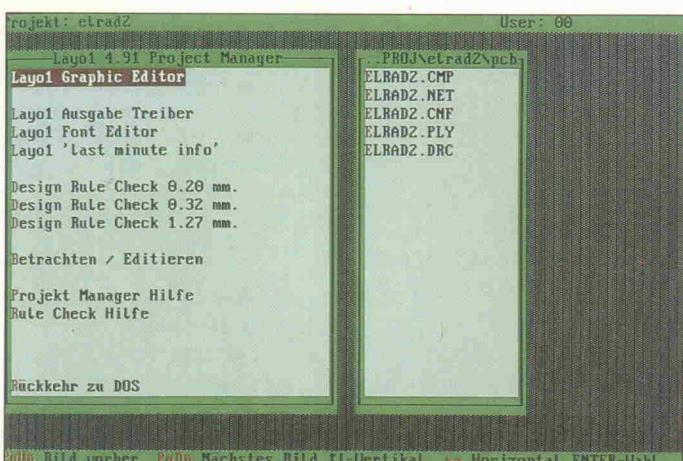

Bild 1. Der Projekt-Manager: Die Dateiauswahl geschieht auf einer zweiten Seite.
Der Projekt-Manager (Bild 1) ist der Einstieg ins Programm. Auf einer zweiten Bildschirmsseite läßt sich das Projekt (Platine) zum Laden auswählen. Nach Rückkehr auf die erste Seite und Anwahl des Layout-Graphic-Editors kann es schließlich losgehen. Bei neuen Projekten erscheint zunächst ein Konfigurationsmenü, in dem
Will man an der Platine einen Design Rule Check (DRC) durchführen, muß der Editor verlassen werden. Der Projekt-Manager (PM) stellt für den Check drei Abstände zur Verfügung. Das Ergebnis des DRC wird nicht online präsentiert, sondern per Text-Editor vom PM aus. Dies geht bequem durch Anklicken des '.drc'-Files in der rechten Tabelle (Bild 1).